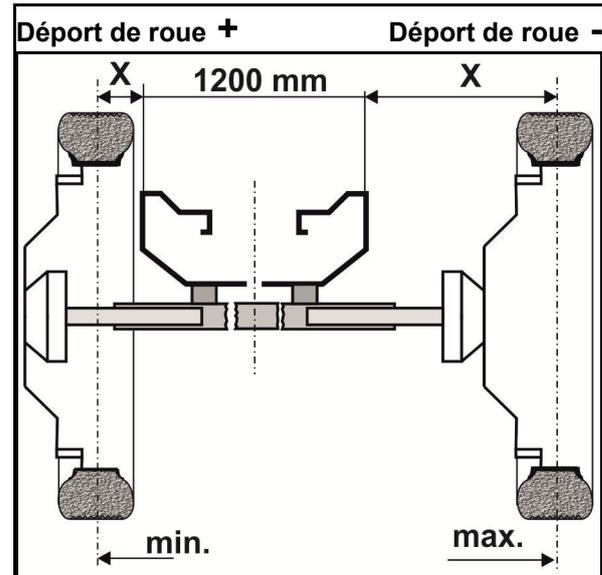

Fig. 105
4. Desserrer les vis de serrage auben (Fig. 105/1).